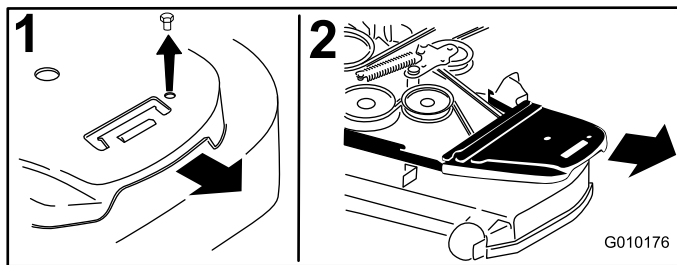

Bild 70
4. Entfernen Sie die Riemenabdeckungen (Bild 70).